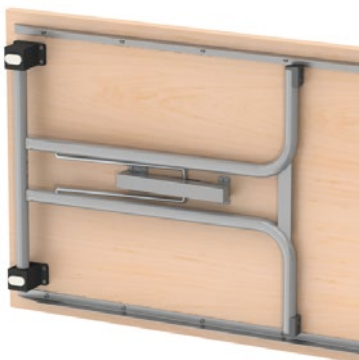

Abbildung 1
- Beine rasten im eingeklappten Zustand selbstständig ein (Abb. 1).